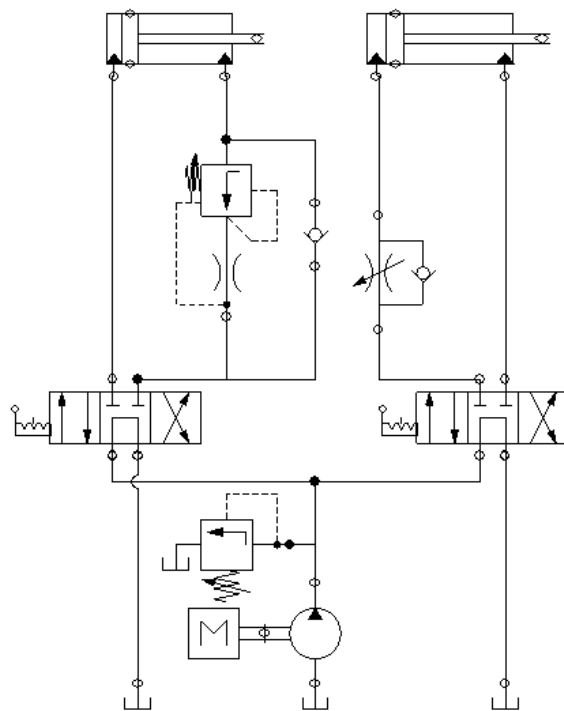

Figure 2
**2)** Le schéma ci-dessous (**Figure 2**) représente le circuit d'une installation hydraulique utilisée pour commander manuellement deux vérins.
- Simuler l'installation de la figure 2.